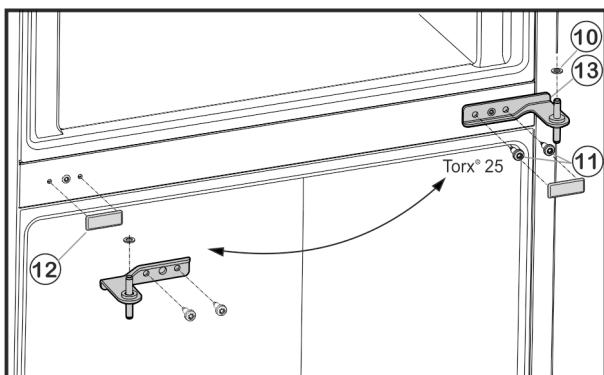

Fig. 6
- ▶ Развийте закрепващите винтове Fig. 6 (11) (2 x Torx® 25) и извадете средната лагерна опора от долната врата.
- ▶ Свалете пластмасовия диск Fig. 6 (10).
- ▶ Изтеглете внимателно капака Fig. 6 (12).
- ▶ Поставете капака Fig. 6 (12) отново на срещуположната страна.
- ▶ Поставете средната лагерна опора Fig. 6 (13), завъртяна на 180° в долната врата и я завийте със закрепващите винтове Fig. 6 (11) (2 x Torx® 25) върху новата шарнирна страна (с 4 Nm).
- ▶ Поставете отново пластмасовия диск Fig. 6 (10).
- ▶ Поставете горната врата върху лагерната опора в средата Fig. 6 (13).